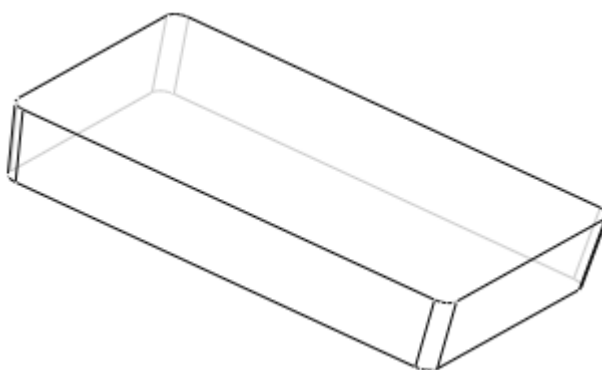

图 46-11
(3) 单击  完成圆角特征的建立, 如图 46-11 所示。